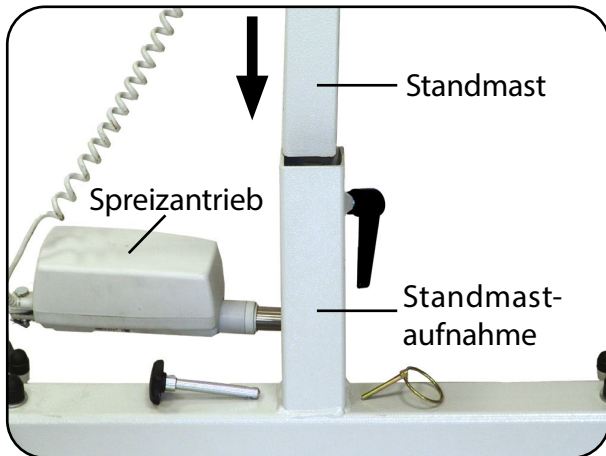

Abb. 6.2.03 - Standmast einstecken
5. Stecken Sie den Standmast, in Fahrtrichtung zeigend, in die Standmastaufnahme am Fahrgestell ein (Abb. 6.2.03 und Abb. 5.01).